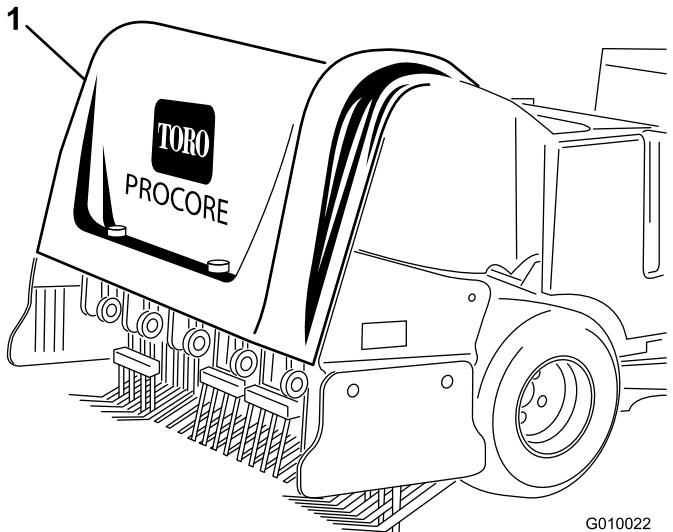
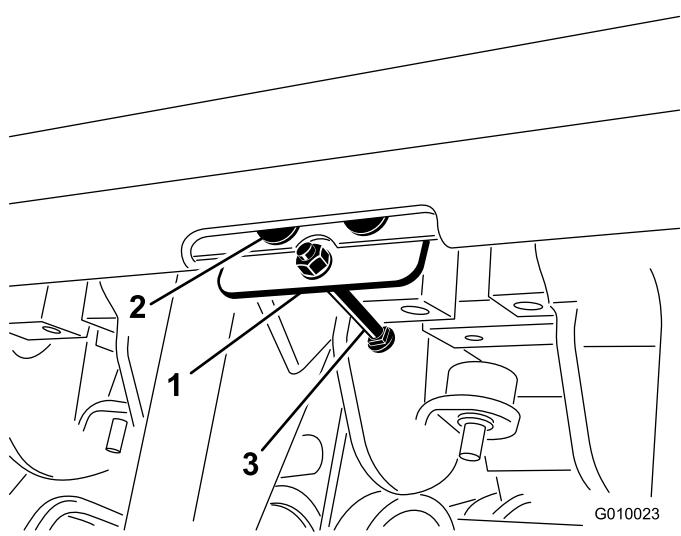

図 7
図 8
1. ポップ・リベット(3本)を使ってフード・プレートを後フードに固定する(図7と図8)。
3. ボルトはフード・プレートを通して差し込 む (図 8)。
4. ロックナット (#10) を使って、ボルトを フード・プレートに固定する (図 8)。